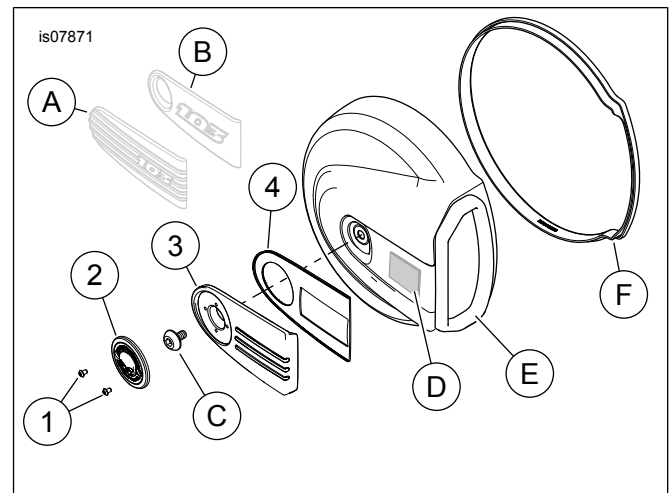

Abbildung 1. Ersatzteile: Luftfilter-Ziersatz
Siehe Abbildung 1 und Tabelle 1.
- Siehe Abbildung 1. Den Originalersatz (OE) (A oder B) aus der Luftfilterabdeckung ausbauen.
- Die Schraube (C) entfernen. Der Luftfilterdeckel (E) und die Dichtung (F) müssen nicht ausgebaut werden.
- Siehe Abbildung 1. Den Bereich (D) mit einer 1:1-Mischung aus Reinigungsalkohol und Wasser gründlich reinigen. Vollständig trocknen lassen.
- Die Zierplatte (3) auf den Deckel ausrichten und im Befestigungsteilbereich (D) fest andrücken, um die Verbindung zu sichern. 30 Sekunden lang halten.
- LOCTITE 243 MEDIUM STRENGTH THREADLOCKER AND SEALANT (blau) auf das Gewinde der Schraube (C) auftragen.